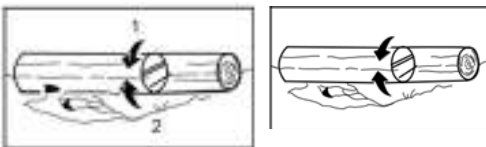

FIG. 6
- Commencez par couper du haut vers le tiers du tronc, puis par le bas jusqu'à ce que la coupe précédente soit atteinte. (Fig.6).